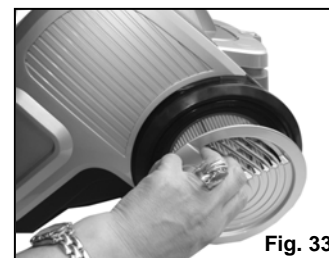

Fig. 33
3. Soulevez le couvercle du filtre. (Fig. 33)